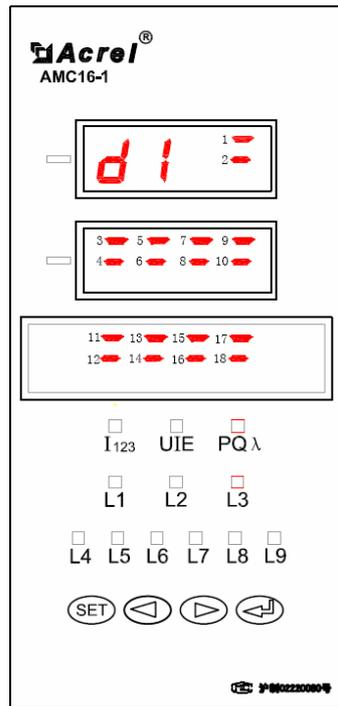
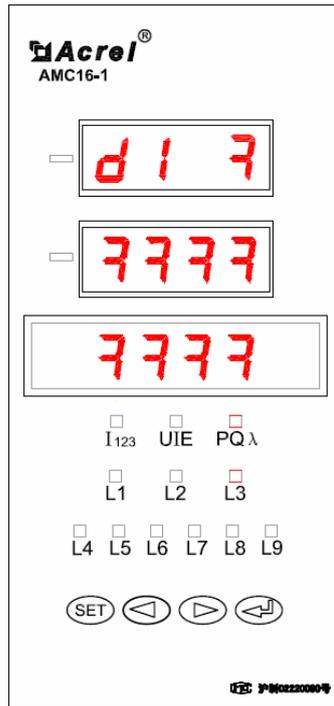
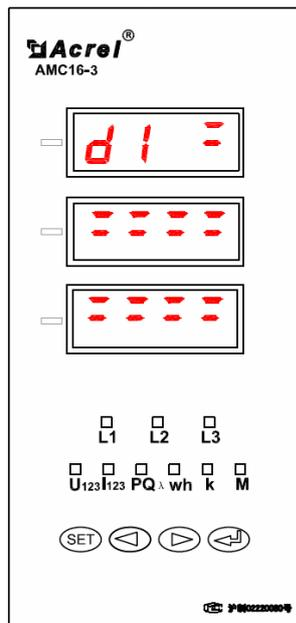
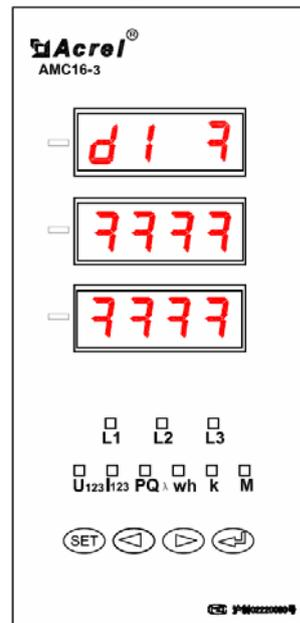

图 7
图 8
图 14
图 15
- 4) 图 7 为开关量状态指示，图示状态为 18 路开关量全开（1~18 路排列次序见图 7）。
- 5) 图 8 为开关量状态指示，图示状态为 18 路开关量全闭（1~18 路排列次序见图 7）。
2) 在三相功率显示界面上(见图 8), 长按确认键可显示分相功率(A、B、C 分相功率)。
- 5) 图 14 为开关量状态指示，图示状态为 18 路开关量全开（1~18 路排列次序同图 7）。
- 6) 图 15 为开关量状态指示，图示状态为 18 路开关量全闭（1~18 路排列次序同图 7）。